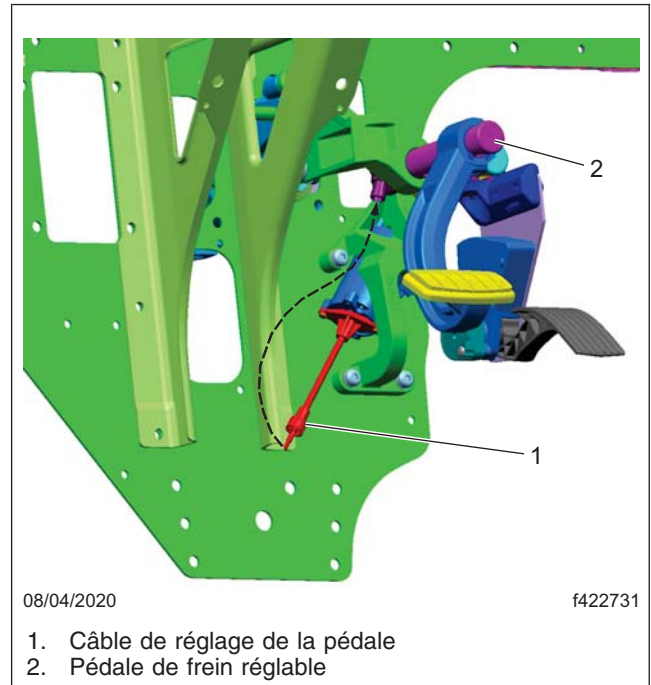

Fig. 4, Débranchement du câble de réglage de la pédale
- Débranchez le câble de réglage de la pédale de frein sous le tableau de bord. Reportez-vous à la **Figure 4**.
18. Débranchez le câble de réglage de la pédale de frein. Reportez-vous à la Figure 4.
10. Débranchez le câble de réglage de la pédale de frein sous le tableau de bord. Reportez-vous à la **Figure 4**.